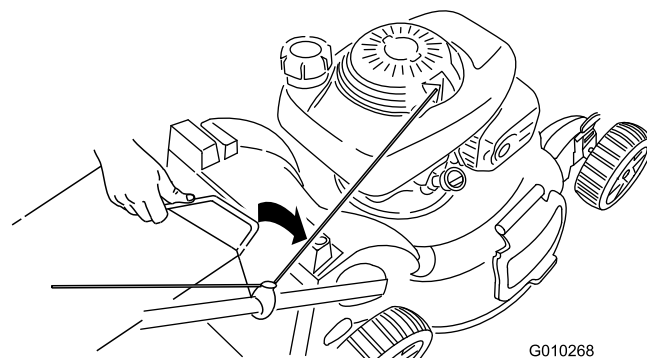

Рисунок 29
3. Вставьте ручку мешка для травы в канавки на верхней части машины (Рисунок 29).